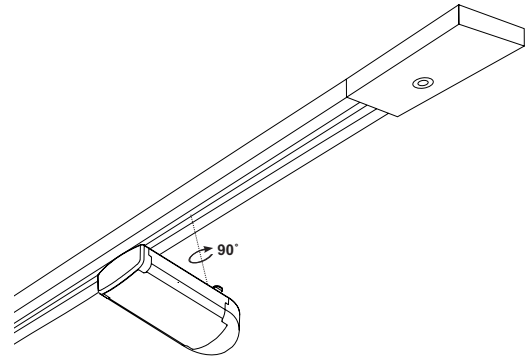
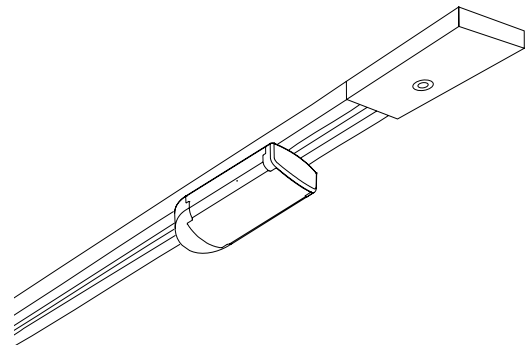

Figura 1
Figura 2
2. Gire la lámpara un cuarto de giro (90°) en cualquier dirección (Figura 1) hasta que los contactos "chasqueen" en el canal del trac (la lámpara estará paralela al trac como se muestra en la Figura 2) para asegurar el contacto con las barras de conexión del trac.